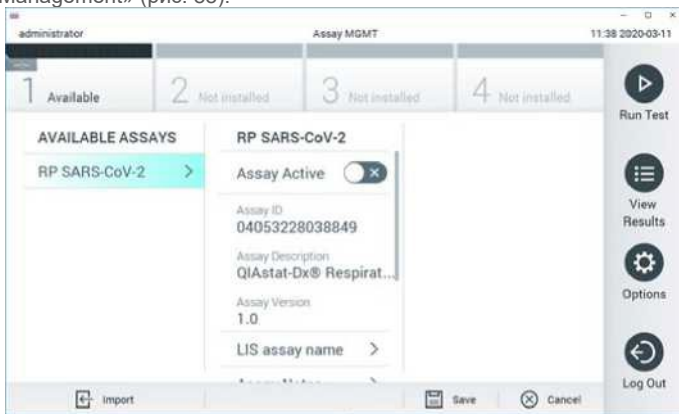

Рис. 88. Экран управления анализом.
2. Нажмите кнопку **«Options (Параметры)»**, а затем выберите **«Assay Management (Управление анализом)»**. В области содержимого дисплея появится экран «Assay Management» (рис. 88).